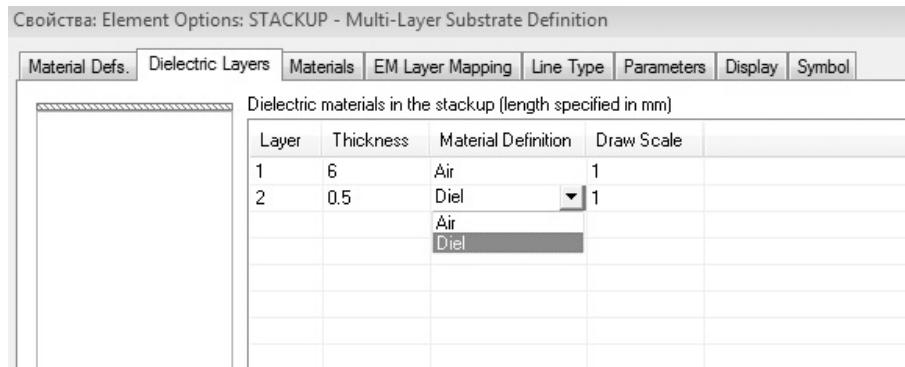

Рис. 3.6
2. На вкладке **Dielectric Layers** для слоя 1 (Air) введите толщину (Thickness) 6. Добавьте слой 2, для которого введите толщину 0.5 и тип диэлектрика (Material De...) – Diel1 (рис. 3.6).